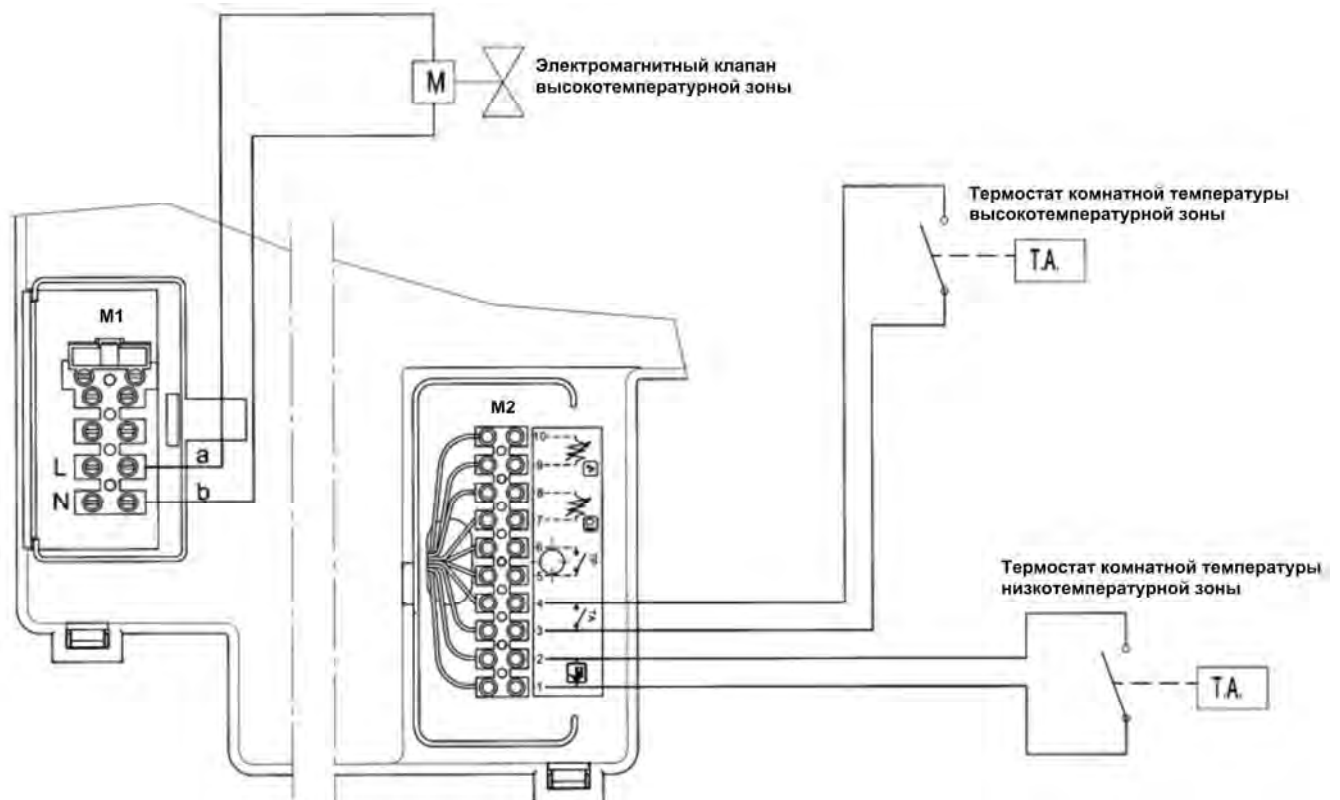

Рис. 4
- Зонный клапан или насос должен подключаться к электрической сети через клеммы a-b клеммной колодки M1 (см. рис.4).
- Контакты термостата комнатной температуры должны быть подключены к клеммам 3-4 “ТА” клеммной колодки (см. рис.4). Необходимо удалить перемычку, замыкающую контакты.
- Контакты термостата комнатной температуры должны быть подключены к клеммам 1-2 клеммной колодки M2 на рис. 4.
- Зонный клапан или насос должен подключаться к электрической сети через клеммы a-b клеммной колодки M1 (см. рис. 4).
- Контакты термостата комнатной температуры должны быть подключены к клеммам 1-2 клеммной колодки M2 (см. рис. 4).
Кабель предохранительного термостата (ТР) для низкотемпературного контура (теплые полы) должен быть подключен к штыревым контактам 5-6 клеммной колодки (см. рис.4). Убедитесь, что между контактами нет напряжения.